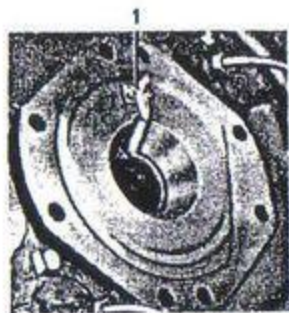

Bild 110. Hjulspindel.
3. Montera dammskyddet sedan filtringen indränkts i varm olja SAE 20 blandad med 1/3 talg. Lägg i ca 0,35 liter fordonsfett i lagerhållaren. Stryk rikligt med fett på drivaxelns slipade ansats för tättningsringen. Montera rzeppaknut och drivaxel. Bstryk rzeppaknutens axeltapp med fett och montera hjulspindeln med smörjskrapan (1 bild 110) vänd uppåt.